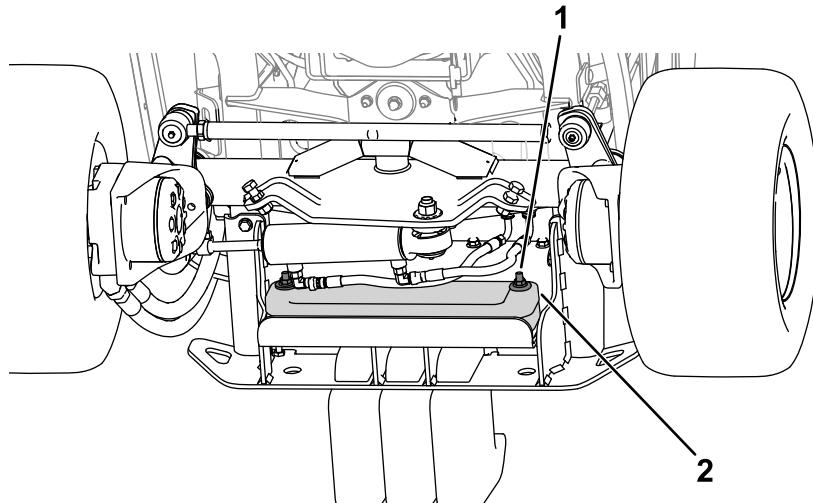

Figure 18
2. Serrez les fixations pour fixer les masses sur le pare-chocs (Figure 18).